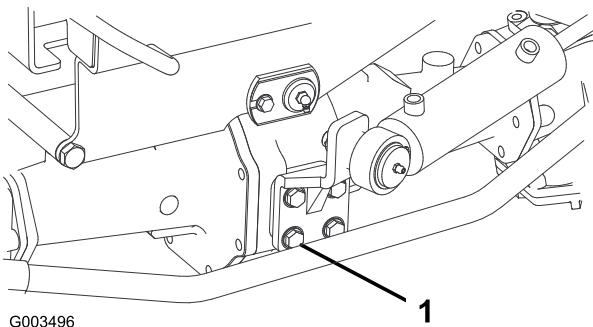

Figura 66
2. Aperte os quatro parafusos na montagem da direção do cilindro (Figura 66) com uma força de 65 a 81 N·m.